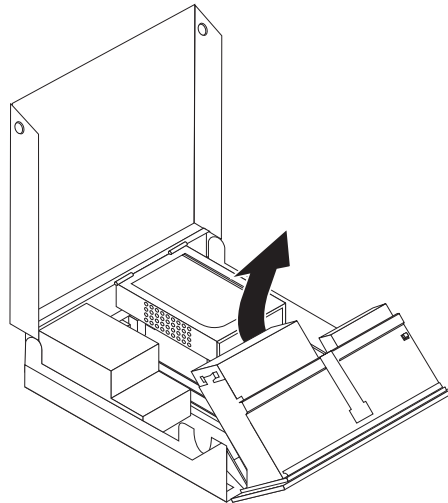

図 21. ヒートシンクへのアクセス
2. ヒートシンクへアクセスするためにドライブ・ベイを上方へ旋回します。図 21 を参照してください。